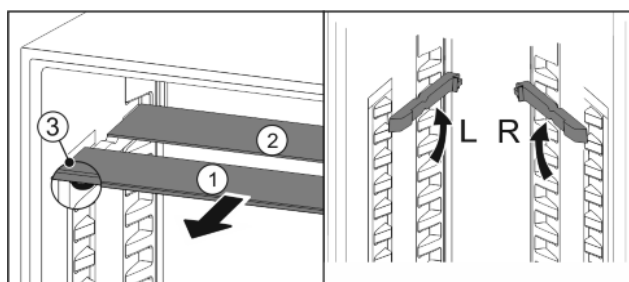

Fig. 23
- Skleněné desky jednotlivě vytáhněte dopředu Fig. 23 (1).
- ▷ Skleněná deska Fig. 23 (1) s ozdobnou lištou leží vpředu.
- ▷ Záračky Fig. 23 (3) směřují dolů.